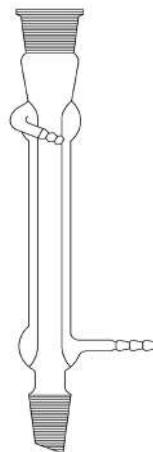

Рис. 88. Холодильник Либиха прямой
9. Холодильник Либиха прямой (рис.88) используется как нисходящий для отвода дистиллята из реакторного сосуда и сбора его в сосуде-приемнике. Как правило, применяется для простой перегонки жидкостей. Встраивается в установки данный прибор с помощью двух пришлифованных соединений, муфты и керна, одного диаметра. Изделие состоит из двух трубок: одна вставлена и впаяна в другую. Во внутренней трубке происходит конденсация паров и стекание их вниз, в